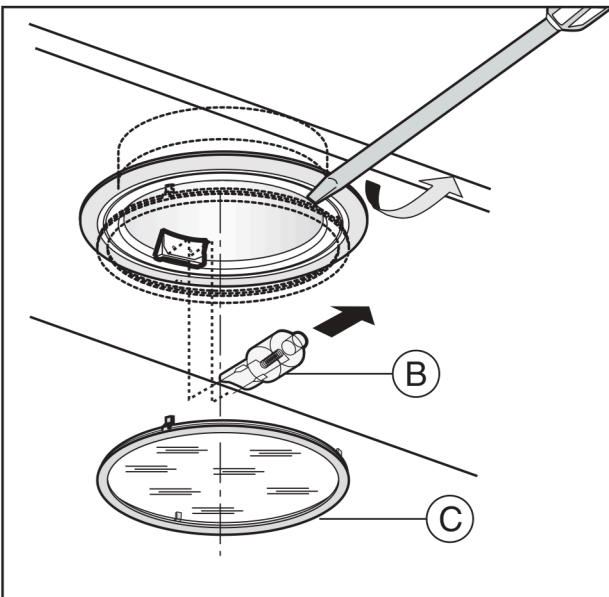

Fig.19
- **Byta halogenlampor (Fig.19):** För att byta halogenlamporna B, bänd upp glaset C i springorna. Byt ut mot lampor av samma typ. OBS! Ta inte i lampan med bara händer.